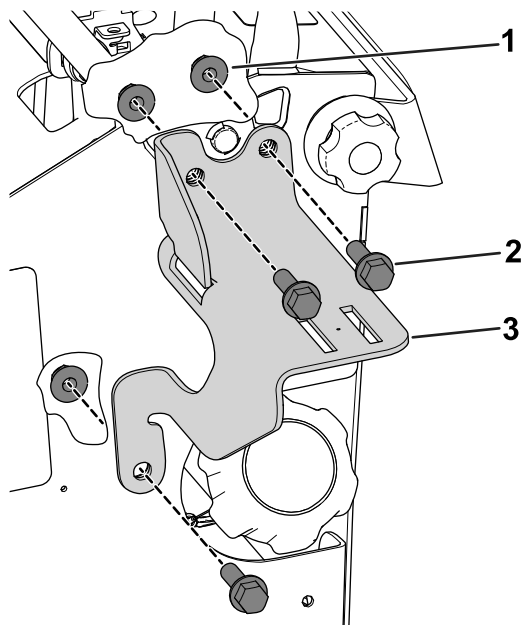

Figure 2
3. Avec 3 boulons à tête hexagonale ($\frac{3}{8}$ po) et 3 écrous à embase ($\frac{3}{8}$ po), fixez la patte supérieure sur la machine (Figure 2).